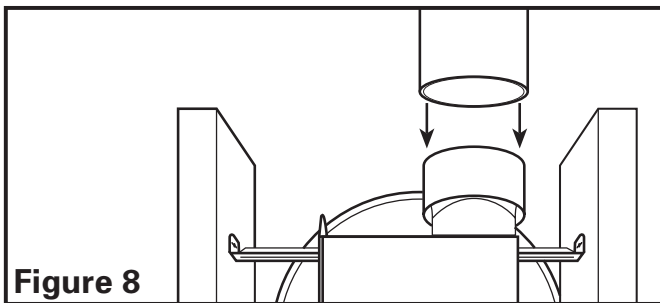

Figure 8
1. Raccorder le conduit au collet de conduit du ventilateur (**Figure 8**). Fixer en place à l'aide de ruban ou de serre-joint. Toujours évacuer le ventilateur vers l'extérieur au travers de chapeau mural ou de toit.